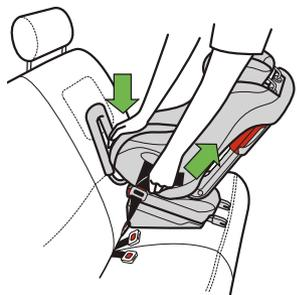

Figura 22
- Presione el centro del asiento de seguridad para oprimir el cojín y soltar el extremo del cinturón LATCH para la posición viendo hacia atrás a fin de apretarlo, como se ilustra en la **Figura 22**.